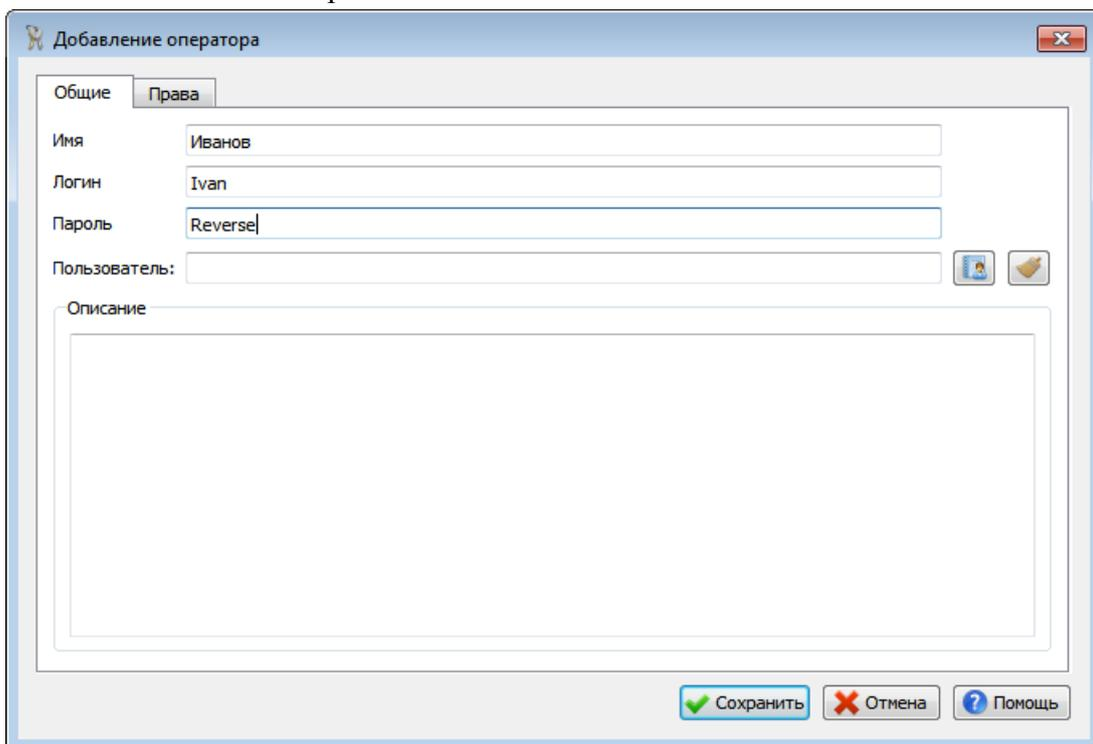

Рис. 20
- На вкладке «Общие» окна «Добавление оператора» установите следующие параметры (Рис. 20):